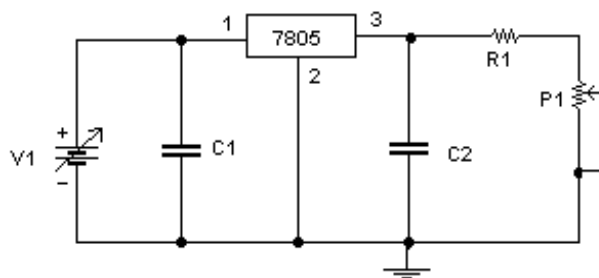

Figura 21
7.1 – Monte o circuito da figura 21.